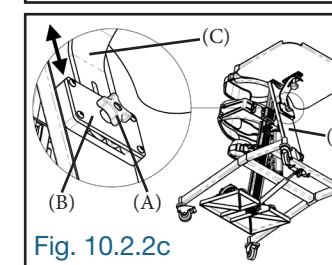

Fig. 10.2.2c
Desserrer légèrement le bouton de blocage (A) de la glissière (B) du stabilisateur (3) et glisser vers le haut ou le bas, le support (C) de table dans la glissière du stabilisateur. À la hauteur désirée, resserrer fermement le bouton de blocage (A) de la glissière afin de fixer la table en place (Fig. 10.2.2c).